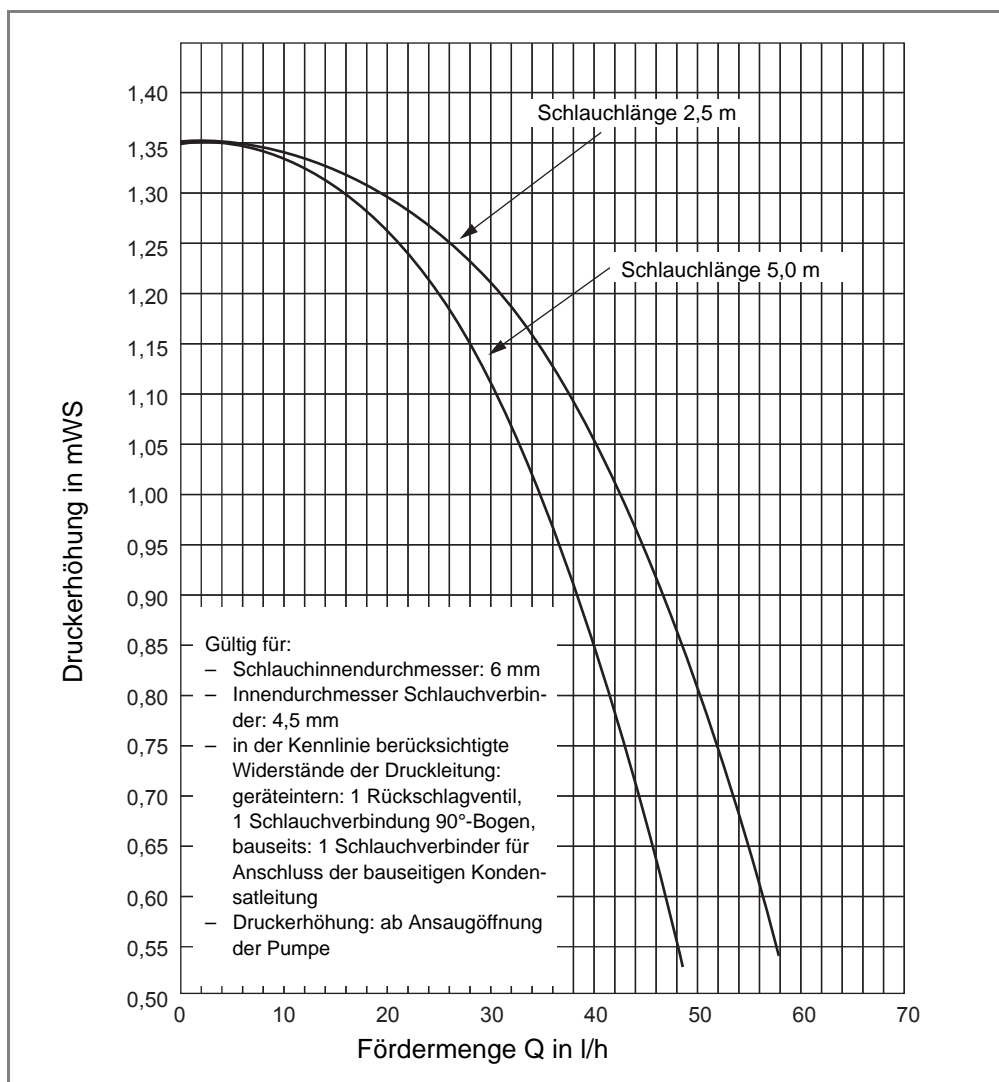

Abb. 2-5: Leistung der Kondensatpumpe
- Der max. Betriebsdruck der Pumpe beträgt 0,1 MPa (1 bar), der max. Volumenstrom 10 l/h. In der Abb. 2-5 ist die Leistung der Pumpe in l/h bezogen auf die Förderhöhe angegeben.